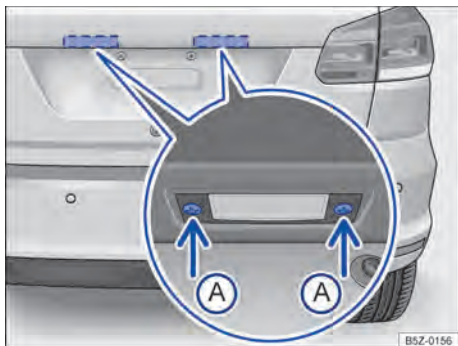

Fig. 183 Na tampa do compartimento de bagagem: remover a lanterna da placa de licença.
2. Com o auxílio de uma chave de fenda, remover os parafusos de fixação ⇒ Fig. 183  da lanterna da placa de licença.